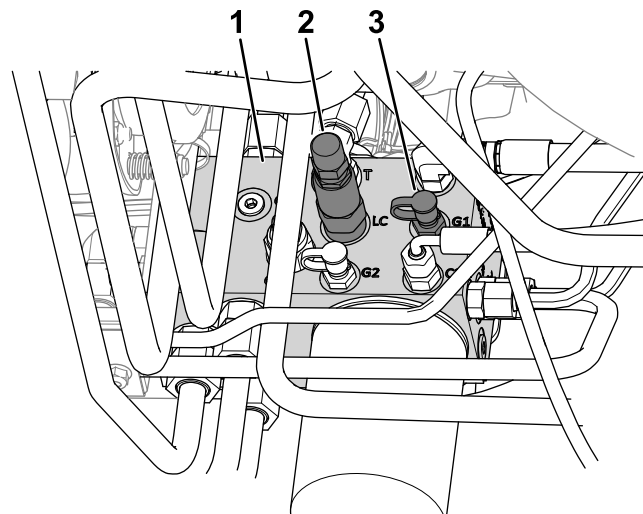

Figura 24
- Conectați un manometru la portul de testare (cu eticheta G1; consultați Figura 24).
- Supapă hidraulică de transfer de greutate (LC)
- La partea laterală a colectorului de ridicare, scoateți capacul de la portul de testare (cu eticheta G1; consultați Figura 24).
- Slăbiți contrapiulia de la extremitatea supapei hidraulice de transfer de greutate (cu eticheta LC; consultați Figura 24).